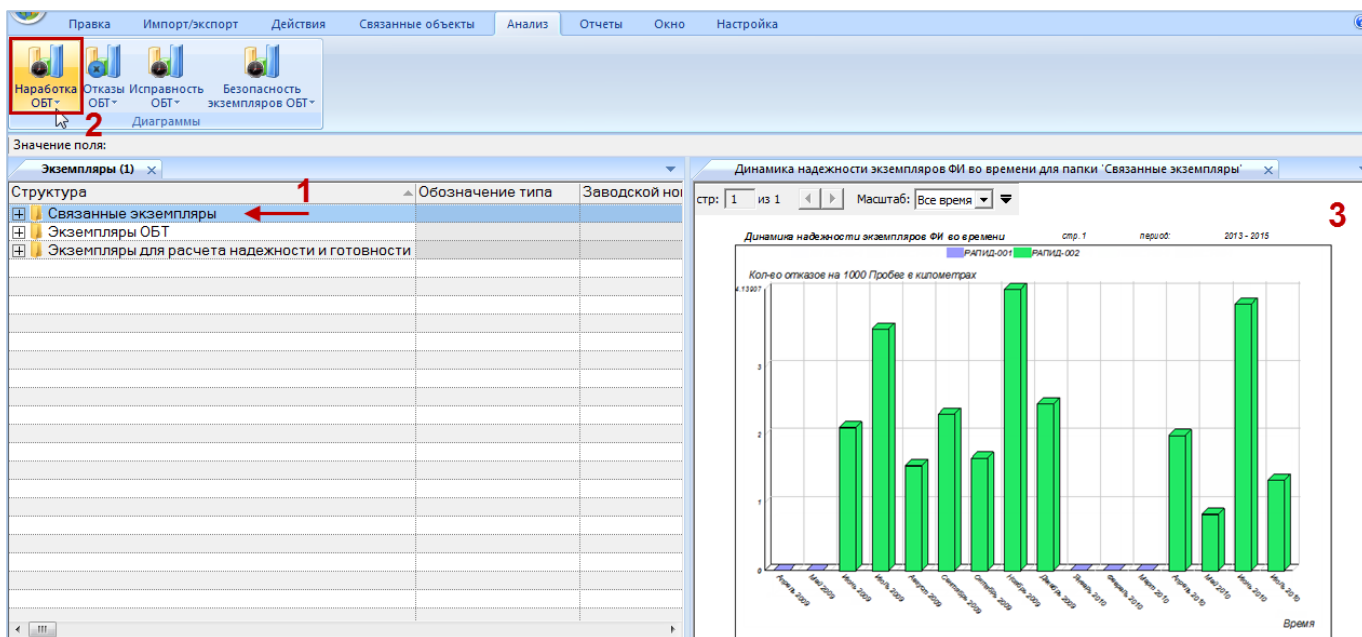

Рис. 25-41 – Построение диаграммы по наработке
- 4) В отдельном рабочем окне отображается диаграмма по наработке (3 на рис. 25-41). Краткое описание инструментов панели «Файл» для диаграмм приведено в пункте 5.4.7 «Панель «Диаграммы»», стр. 64.